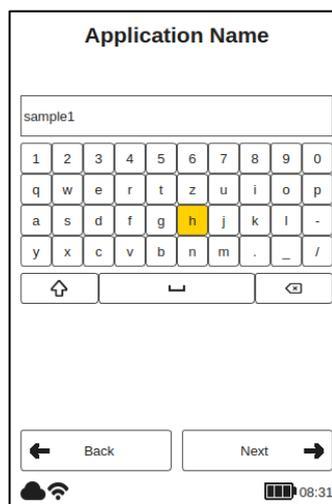

Figura 32: Nome dell'applicazione
Quando si seleziona 'Modifica', l'elenco delle applicazioni disponibili cambierà colore in arancione chiaro ed è possibile selezionare l'applicazione desiderata, utilizzando i tasti freccia SU/GIÙ (D) e il pulsante OK (C) dal pannello di input. Quando si seleziona 'Aggiungi', la procedura di applicazione/calibrazione è la stessa di 'Modifica', anche se alcuni campi potrebbero essere vuoti. Nella schermata della tastiera seguente (vedere figura 32: Nome applicazione) è possibile modificare e modificare il nome dell'applicazione, confermare il nome con 'Avanti' o interrompere l'azione con il pulsante Indietro (B). Per chiudere completamente il menu, 'Salva' o 'Ignora' le modifiche.